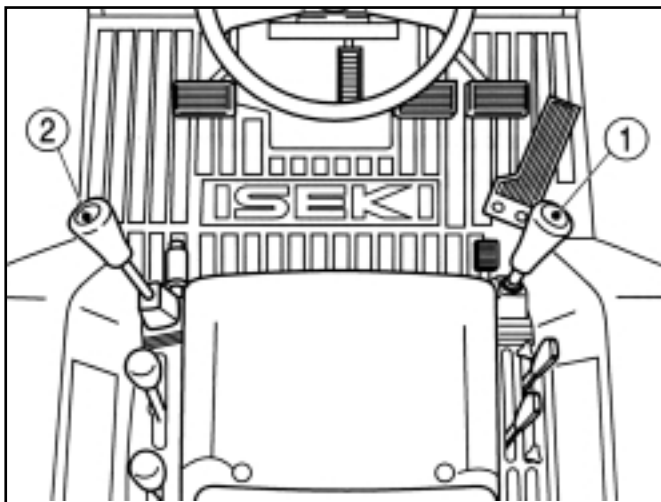

FIG. 39 / ABB. 39 / FIG. 39
Le levier de changement de vitesses (1) dans la Fig. 39 fournit quatre sélections. Le levier de changement entre les positions de gamme (2) fournit quatre grands changements de vitesse. Le levier de changement de vitesses fournit des changements de vitesse moins importants.
Der Ganghebel (1) in Abb. 39 gewährt Zugriff auf vier Gänge. Die Ganggruppe, d. h. die jeweiligen Übersetzungsbereiche dieser Gänge, wird über den Wählbereichshebel (2) vorgegeben. Der Wählbereichshebel schaltet zwischen vier Ganggruppen oder Geschwindigkeitsbereichen um, während der Ganghebel zwischen verschiedenen Übersetzungsstufen wählt.
De versnellingshendel (1) in Fig. 39 beschikt over vier versnellingen. De hendel voor de groepschakeling (2) regelt de vier grote veranderingen in rijsnelheid. De versnellingshendel regelt de kleinere veranderingen in rijsnelheid.